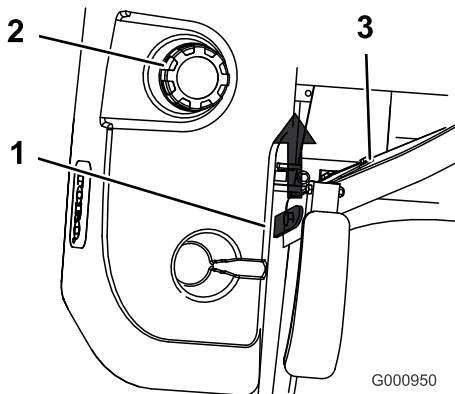

Figure 27
3. Soulevez le siège. Vous pouvez alors accéder à la machine sous le siège (Figure 27).